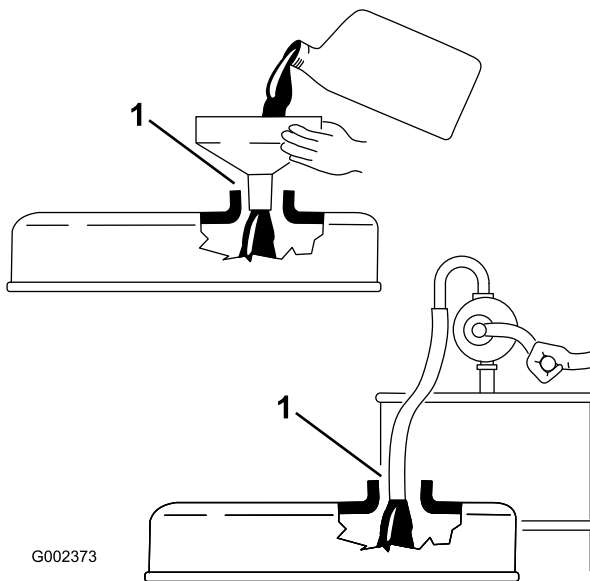

Рисунок 17
3. Если уровень масла низкий, снимите крышку заливной горловины (Рисунок 17) и долейте столько масла, чтобы поднять его уровень до метки Full на масляном щупе.
Внимание: При доливе или заливке моторного масла должен быть зазор между устройством заливки масла и отверстием для заливки, как показано на Рисунок 17. Этот зазор необходим для обеспечения выхода воздуха при заливке, что предотвращает перелив масла в сапун.